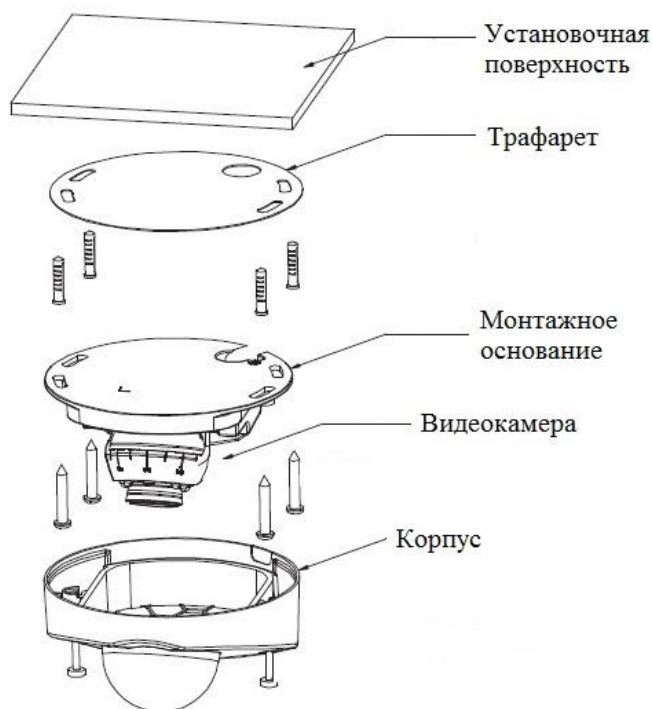

Рисунок 4
4.6 Прикрепите монтажное основание видеокамеры к установочной поверхности (рис.4).